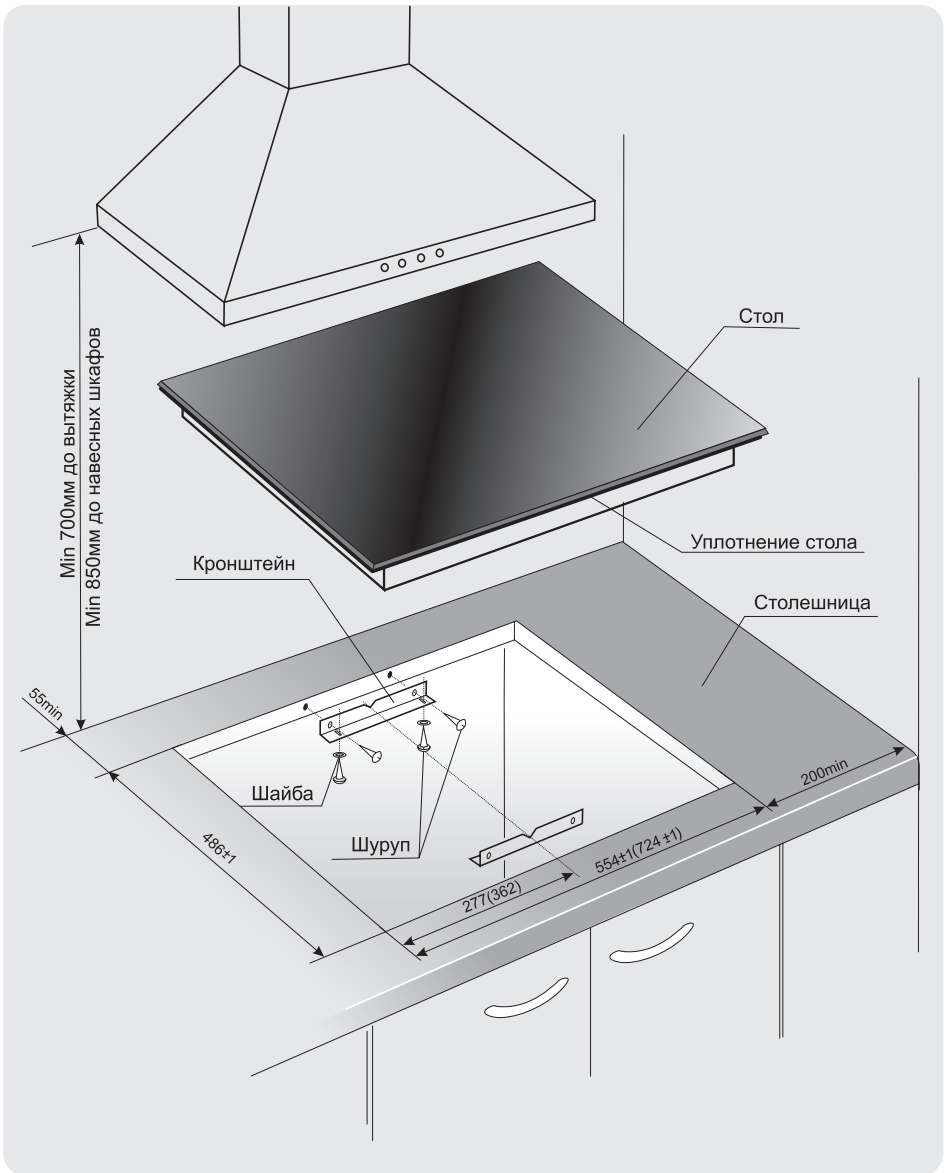

Рис.37
1. Точно разметить на столешнице контур проема под встраиваемый стол (рис.37).